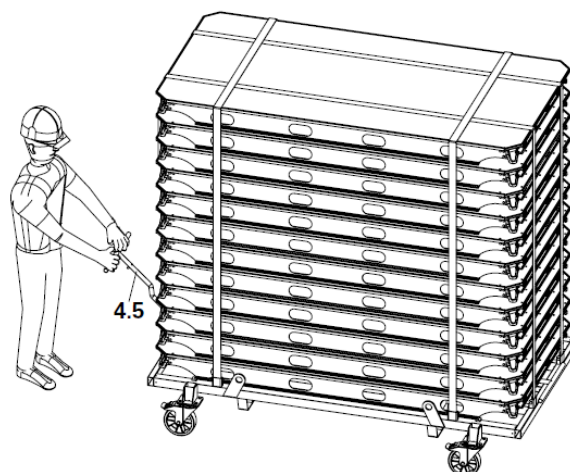

Fig. A1.05
1. Puxar o cabo (4.5) e usar para mover a paleta AD (4) manualmente para a próxima localização. O cabo (4.6) está na posição de encaixe. (Fig. A1.05)